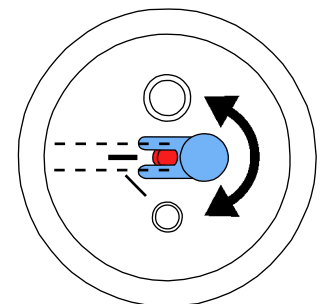

図 12
- 25~70µmのブラストタンクと一致するように、流入ノズルを調節しなければなりません (図 12)！